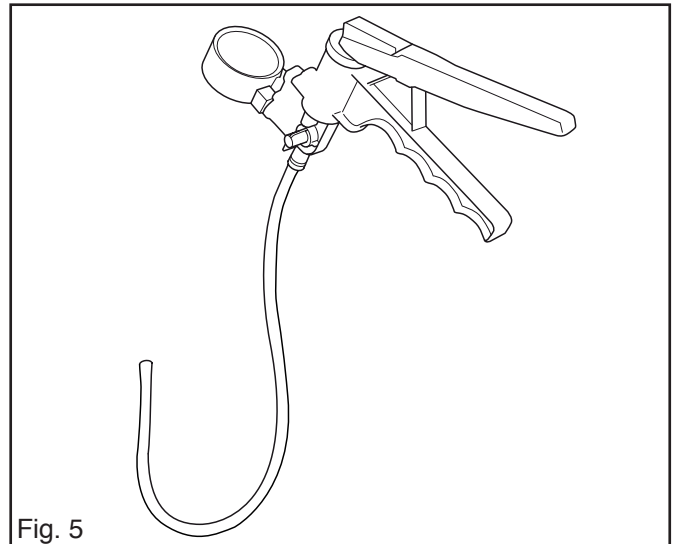

Fig. 5
8. Procéder à un essai de pression du décompresseur de la manière suivante. Voir également fig. 5.